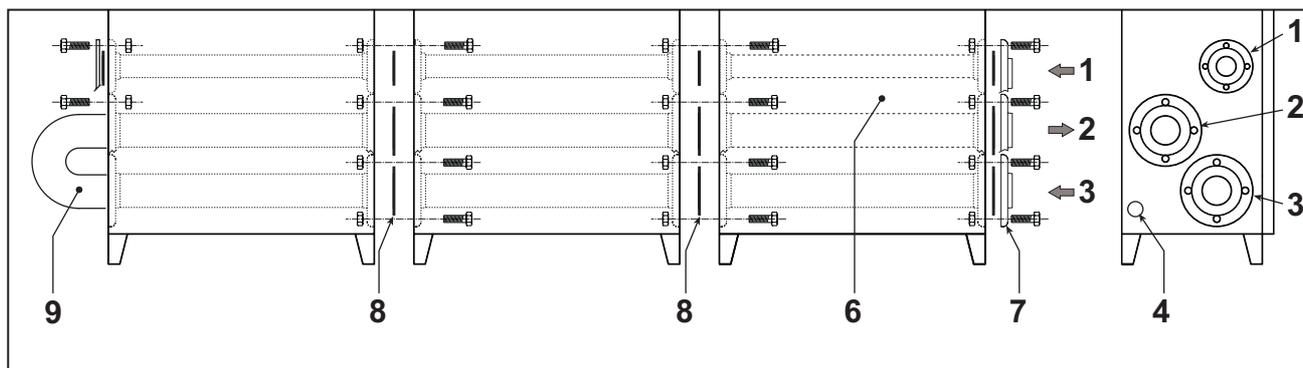

fig. 18
- Pe ultimul modul legati turul la retur (vezi fig. 18).